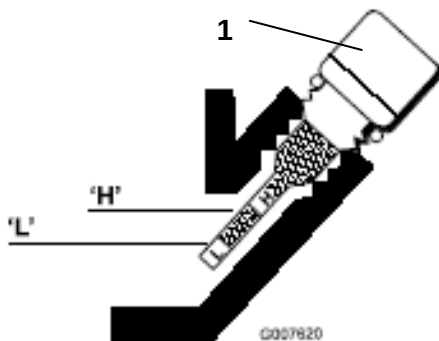

Figure 8
6. Retirez la jauge et examinez son extrémité. L'huile doit aller jusqu'au sommet de la tranche limite supérieure (Figure 8).